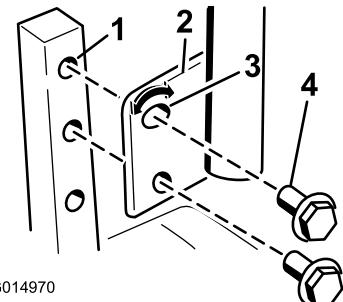

Figura 26
1. Togliete i due bulloni che fissano la leva di comando all'albero del braccio di controllo (Figura 26).
2. Spostate la leva di comando nella serie di fori successive. Fissate la leva con i due bulloni (Figura 26)
2. Allentate il bullone inferiore appena a sufficienza per ruotare la leva di controllo in avanti o all'indietro (Figura 26). Serrate entrambi i bulloni per fissare il controllo nella nuova posizione.